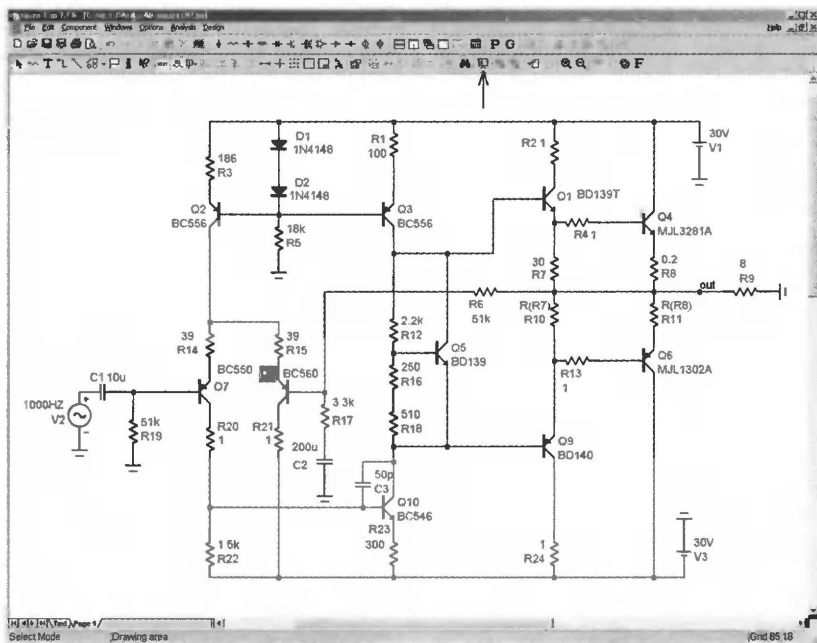

Рис. 1
**Основное окно.** В нем чертим схему усилителя, за исключением блока питания, имитируя его источниками напряжения (пример скриншота показан на рис. 1). Тут все достаточно просто, но хочется остановиться на некоторых моментах, связанных в основном с удобством дальнейшей работы с программой.